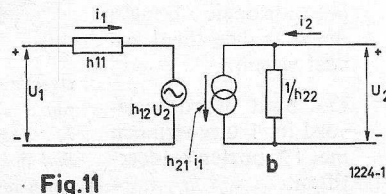

Fig.11
b. Voor fig. 11 gelden de beide bovengenoemde vergelijkingen, terwijl voor de belastingweerstand  $R_L$  geldt:  $u_2 = -i_2 R_L$  (het - teken moet hier worden gebruikt in verband met de als positief aangenomen richtingen van stroom en spanning). Door eliminatie van  $i_2$  en  $u_2$  uit deze vergelijkingen vinden we als verband tussen ingangsspanning en ingangsstroom